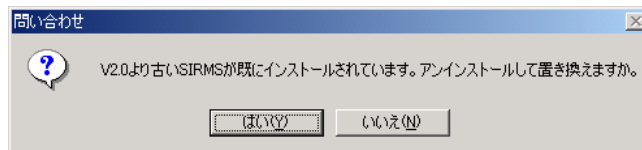

図 3-15 SIRMS アップデート確認メッセージ
- 6** アップデート中に図 3-15 のメッセージが表示された場合には、[はい]をクリックしてください。